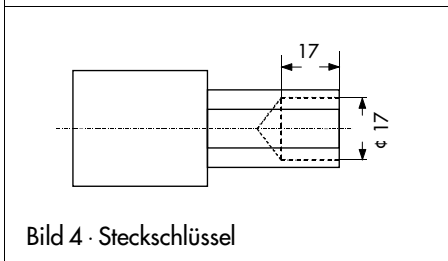

Bild 4 · Steckschlüssel
Zum Demontieren des Kegelteils (3) muß ein Steckschlüssel Bestell-Nr. 1280-3001 zur Verfügung stehen. Dieser Schlüssel läßt sich z.B. auch aus einem GEDORE-Schraubendrehereinsatz (IN 19-19) herstellen, wenn der 19 mm Sechskanteinsatz entsprechend Bild 4 aufgebohrt wird.